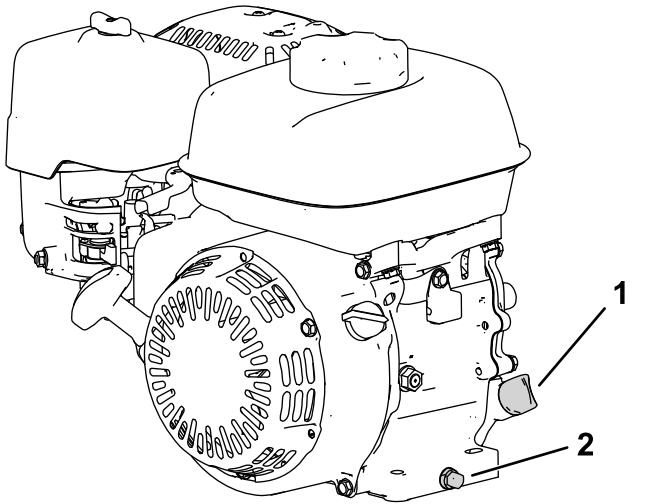

图24
2. 调整机器使发动机保持水平并清洁加油管周围的区域 图24。
3. 拆下排油塞 图24。